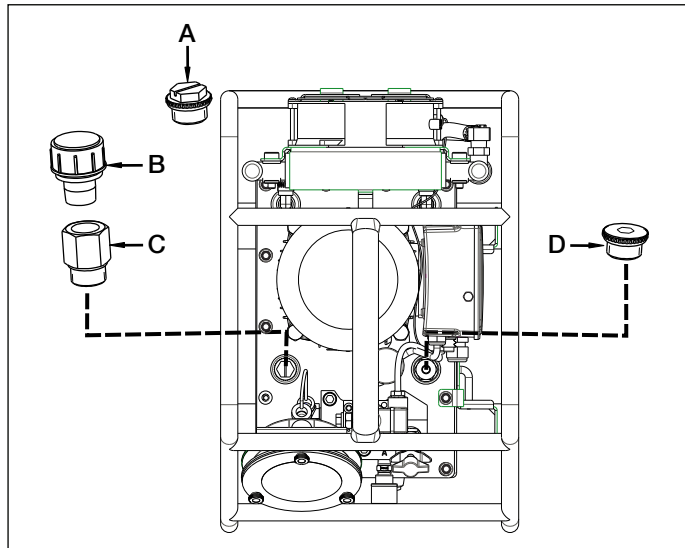
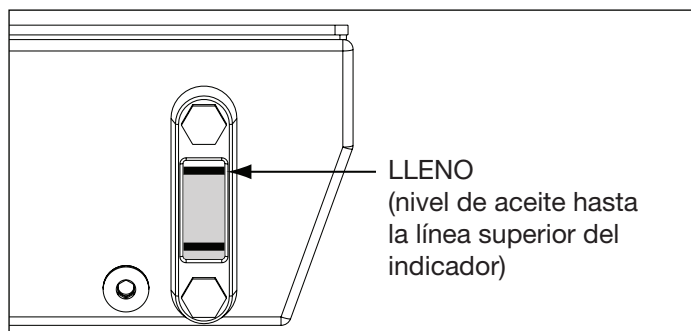

Figura 1 Conducto de aireación del depósito y tapón de llenado del aceite
Figura 2, Indicador visual de aceite
Consulte la Figura 1. Hay un tapón de transporte (A) instalado en el puerto del conducto de aireación de la parte superior del depósito. Antes de utilizar la bomba, sustituya el tapón de transporte (A) por el conducto del depósito (B) y el conector del adaptador (C).
aceite alcanza la línea superior del indicador visual, como se indica en la Figura 2. Si es necesario, añada aceite quitando el tapón de llenado del aceite (D) del tubo de llenado, como se indica en la Figura 1. Utilice el aceite HF de Enerpac (de calidad ISO 32).